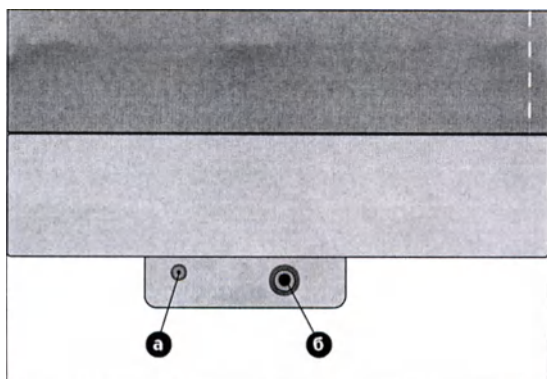

Рис. 3-1. Подсоединение манжеты для измерения артериального давления
- Подключите микрофон к гнезду а (рис. 3-1).